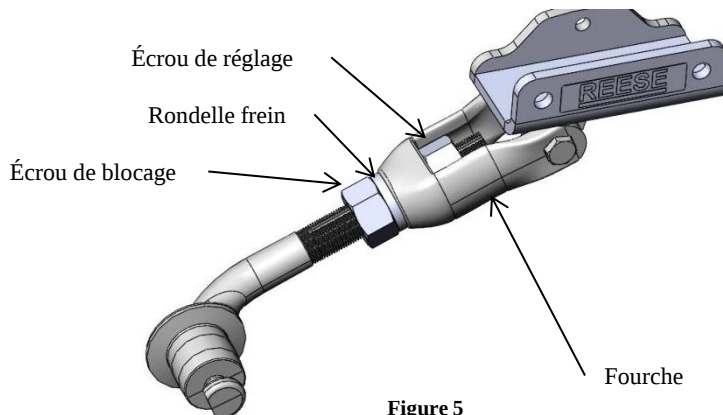

Figure 5
4. Positionner l'écrou de réglage et l'écrou de blocage aux positions les plus externes, comme illustré à la figure 5. Si le réglage est difficile à obtenir, puisqu'il faut serrer manuellement l'écrou de réglage, appliquer une petite quantité d'huile pénétrante légère (WD40 ou PB Blast) sur les filets du bras de came. Tourner l'écrou dans les deux sens pour que l'huile pénétrante s'infiltre sur les filets jusqu'à ce que l'écrou de réglage bouge librement vers la position désirée.
Les mesures des figures 6, 6A, 7 et 7A sont à titre indicatif, un ajustement de la longueur du bras de came par l'écrou d'ajustement (Figure 5) peut s'avérer nécessaire après l'accrochage, dans les instructions à venir de ce manuel. Cequent Performance Products, Inc. n'est pas responsable des dommages résultant de la non observation d'une partie quelconque de ce manuel.